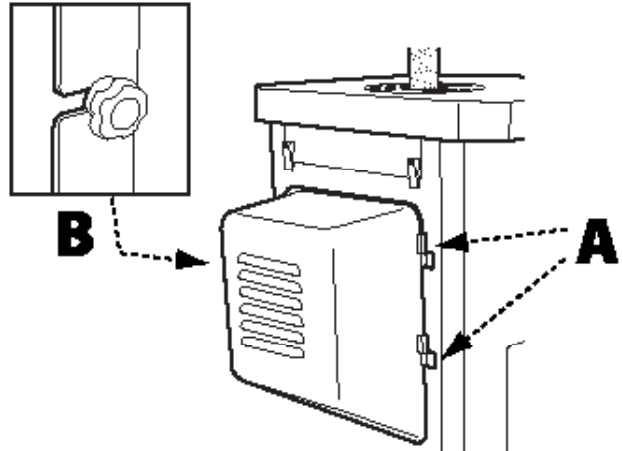

FIGURE 1
Voir Figure 1
1. Déverrouillez le bouton de verrouillage sur le couvercle du moteur (Figure 1 à la page #) et ouvrez le couvercle.
2. Placez le collet de butée fixe à 90° (A) sur la longue tige filetée (B) qui va de l'avant à l'arrière du côté gauche de la machine.